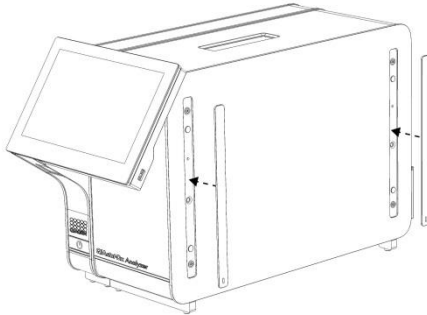

Figura 4. Recolocación de las tapas de protección.
4. Vuelva a colocar las tapas de protección en la parte lateral del módulo analítico (figura 4).